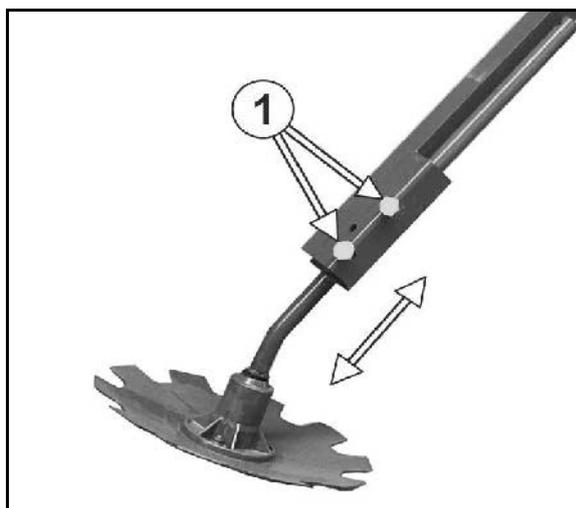

Fig. 99
3. Dévissez les vis Fig. 99/1).